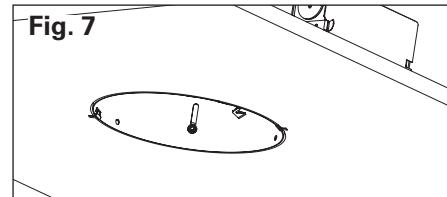

Fig. 7
5. Adjust the collar back to the ceiling plane and tighten the three screws to secure the collar in place. The clips should now rest against the ceiling, holding the fixture in place. (FIG. 7)
5. Remettez la collerette en place sur le plafond et serrez les trois vis pour la fixer. Les attaches doivent désormais s'appuyer contre le plafond, en maintenant ainsi le luminaire en place. (FIG. 7)
5. Ajuste nuevamente el collar al plano del cielo raso y apriete los tres tornillos para asegurar el collar en su sitio. Los sujetadores deben estar ahora apoyados contra el cielo raso, sosteniendo la lámpara en su sitio. (FIG. 7)